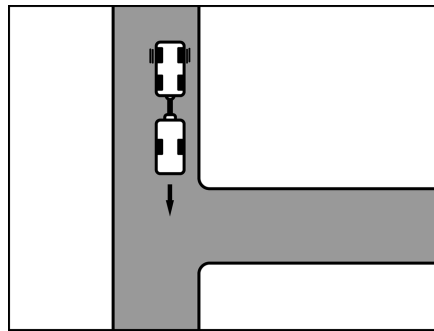

Fig. 10 Svolta all'incrocio
- Avvicinarsi all'incrocio, fino a che la coda del caravan si trovi all'altezza di questo (Fig. 10).